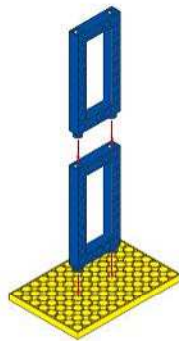

Fig.12
2. Les cadres peuvent être reliés directement par leurs extrémités (fig.12).